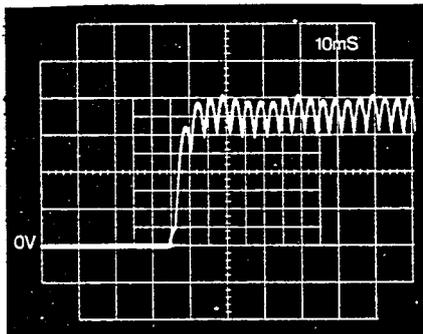

Figure 6.4.1.3.1 Réglage général optimal
- Raccordement du potentiomètre de valeur de consigne selon figure 6.4.1.1